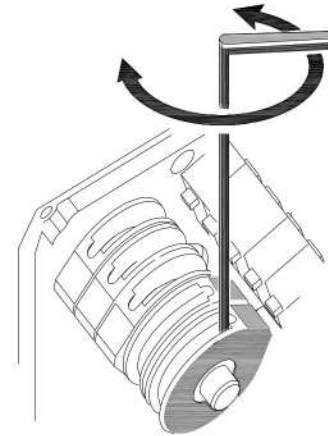

Fig.11
B. Ajuste de Limite de Apertura de Puerta: Pulsar el Botón **CLOSE**. El Portón se Moverá Hasta la Posición Deseada y Pulse el Botón "**STOP**" en La Botonera de 3 Pasos, Observe la Rotación de Operador y Dirección de Apertura en la Leva Verde. (Fig.11), Cuando el Portón se Detiene, Manualmente Girar las Dos Levas Verdes en Dirección Hasta que se Presione el Interruptor de Límite y se Escuche un "**Clic**". Apriete con una llave Allen el Tornillo Situado en el Centro de la Leva, para Asegurar su Posición.